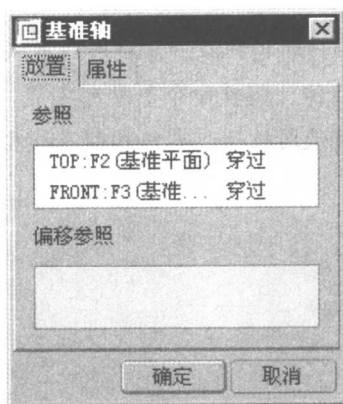

图 1.2.3
(1) 单击工具栏上的基准轴的创建图标 .
- (2) 选取基准平面 TOP，定义为“穿过”。
- (3) 按住 Ctrl 键，选取 FRONT 基准平面，定义为“穿过”。
- (4) 在基准轴对话框中单击 **确定** 按钮（如图 1.2.3 所示）。